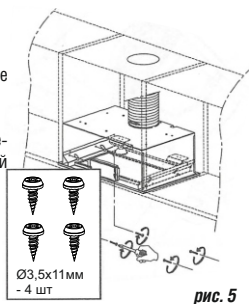

рис. 5
- Установите КВ вместо нижней панели подвесного элемента мебели (рис. 4) и закрепите КВ винтами самонарезающими Ø3,5x11 (рис. 5).